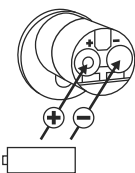

Fig. 3
③ Insérez deux nouvelles piles. Veillez à respecter la polarité correcte selon le plan (Fig. 3).